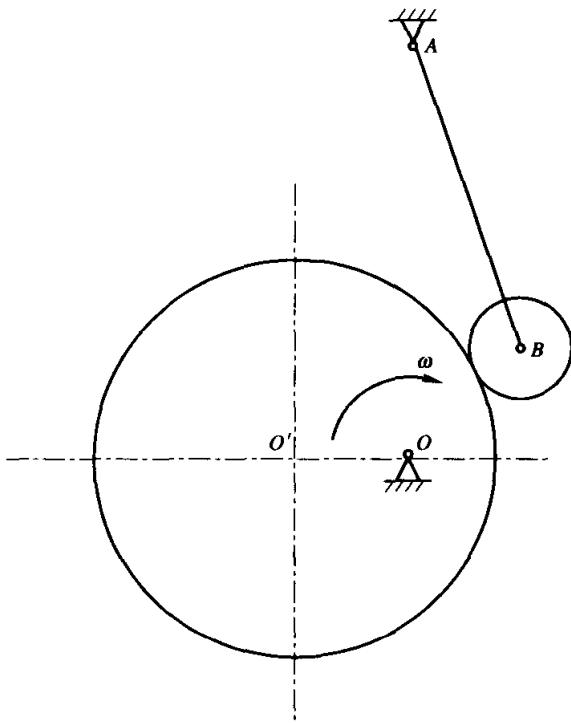

图 1.2
**1.4** (10分) 在图 1.2 所示的凸轮机构中, 已知凸轮的实际廓线为一圆, 圆心为  $O'$ , 凸轮的回转中心为  $O$ , 滚子的半径为  $r_r$ , 推杆的回转中心为  $A$ , 用图解法求: